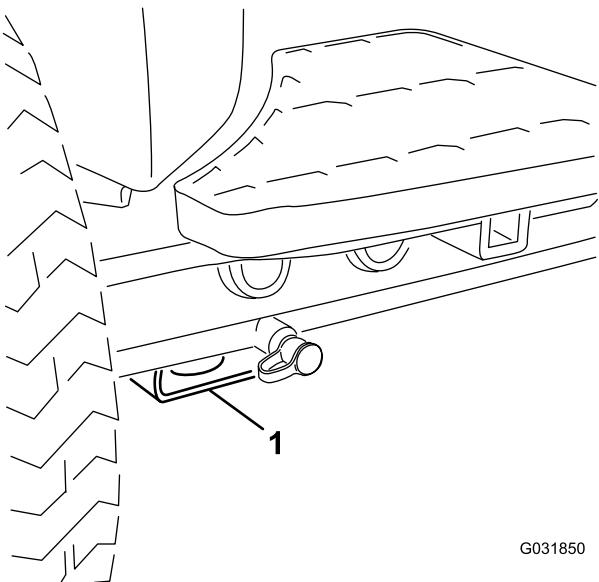

Figura 36
- Anteriore – supporto rettangolare, sotto il tubo dell'assale, all'interno delle ruote anteriori (Figura 36).